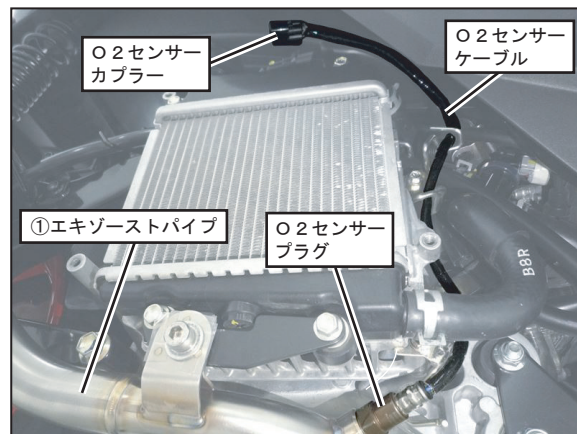

FIG. 16
11. O2センサーのケーブルをFIG. 16を参照して、ケ
(FIG. 16参照)